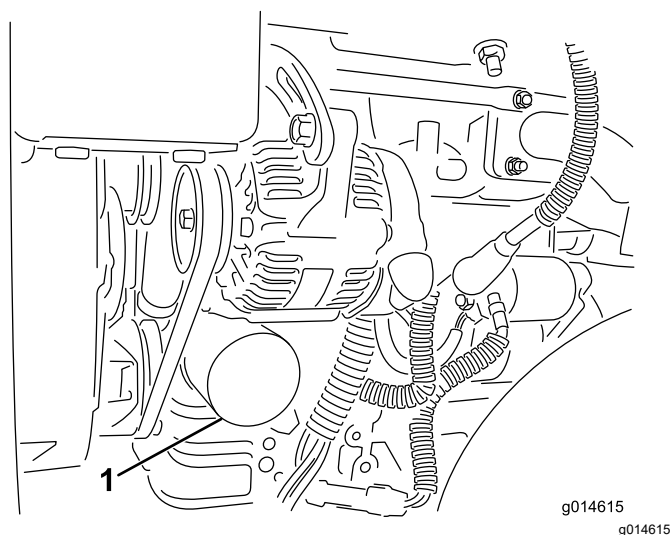

Figura 35
2. Togliete il filtro dell'olio (**Figura 35**). Spalmate un leggero strato di olio pulito sulla nuova guarnizione del filtro.